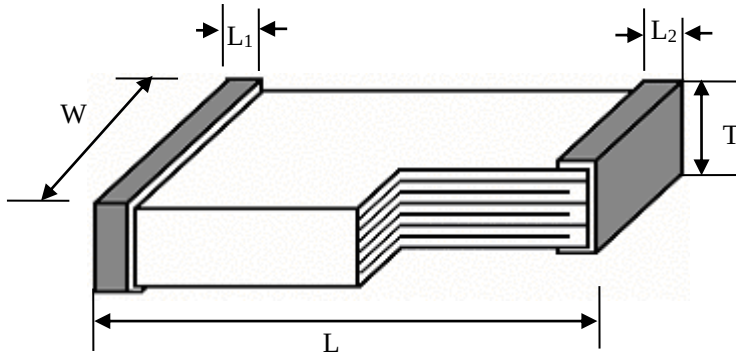

图 1 产品外形示意图
3.2.1 要求：产品的外形和尺寸应符合图 1 及表 1 的要求。